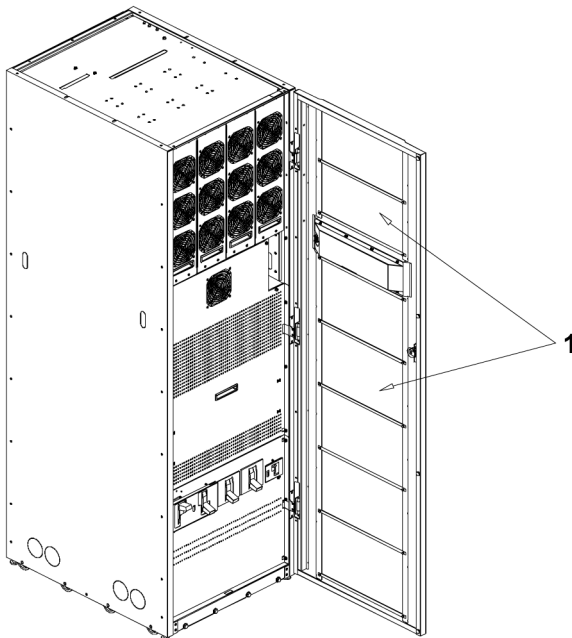

Figura 39. Posizione dei filtri dell'aria
2. Controllare i filtri dell'aria dell'UPS (situati dietro lo sportello anteriore) e lavarli o sostituirli, se necessario. Vedere la Figura 39 per la posizione del filtro. Per la sostituzione dei filtri, rivolgersi a un responsabile dell'assistenza Eaton. Per rimuovere i filtri: